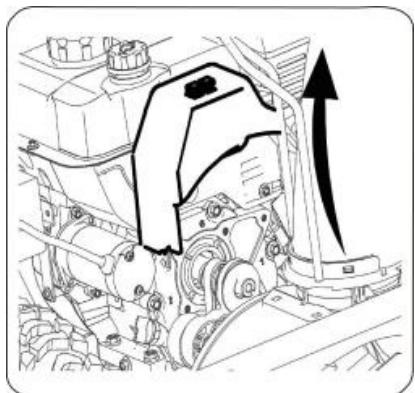

Рисунок 27
- Снять кожух ремня на передней части двигателя, открутив два самореза (см. рис. 27).